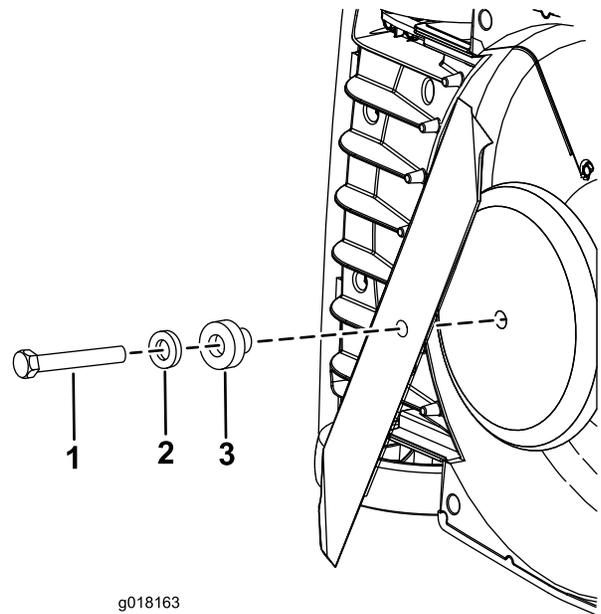

Bild 24
- Entfernen Sie die Schraube, Scheibe und das Distanzstück; nehmen Sie dann das Messer ab (Bild 24).
- Befestigen Sie das neue Messer mit der vorher entfernten Schraube, Scheibe und dem Distanzstück (Bild 24).